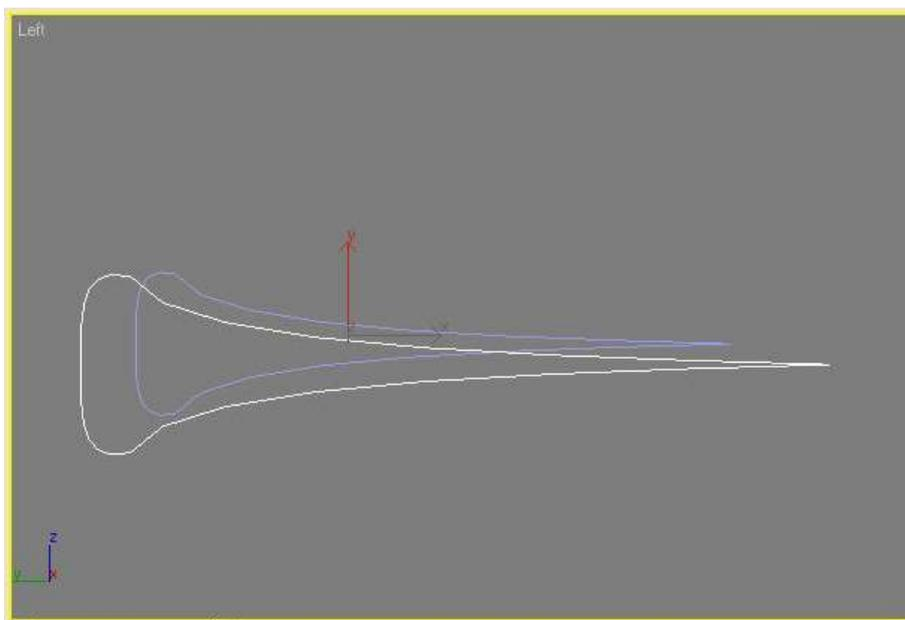

Рис. 17 – Вид объектов после выполнения операции **Scale (Масштабирование)**
5. Кликните правой кнопкой мыши в окне проекции, выберите в контекстном меню команду **Scale (Масштабирование)** и увеличьте клонированный объект в плоскости XY (рис. 17).